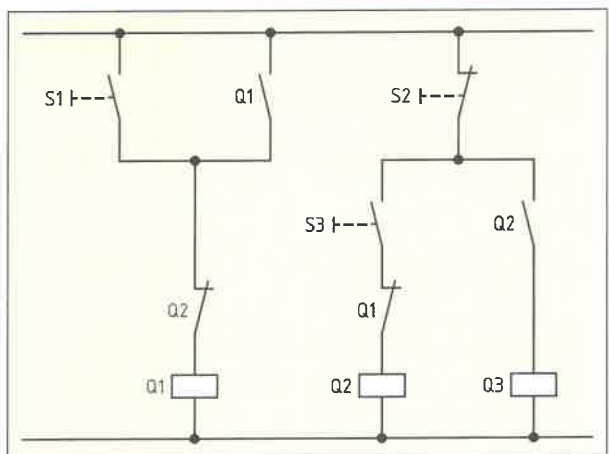

Bild 3: Schützschaltung
3. Ermitteln Sie die Schaltfunktionen Q1, Q2, Q3 für die Schützspulen der Schützschaltung (Bild 3), abhängig von den Schaltern S1, S2 und S3. Ergänzen Sie die zugehörige **Tabelle 4**.